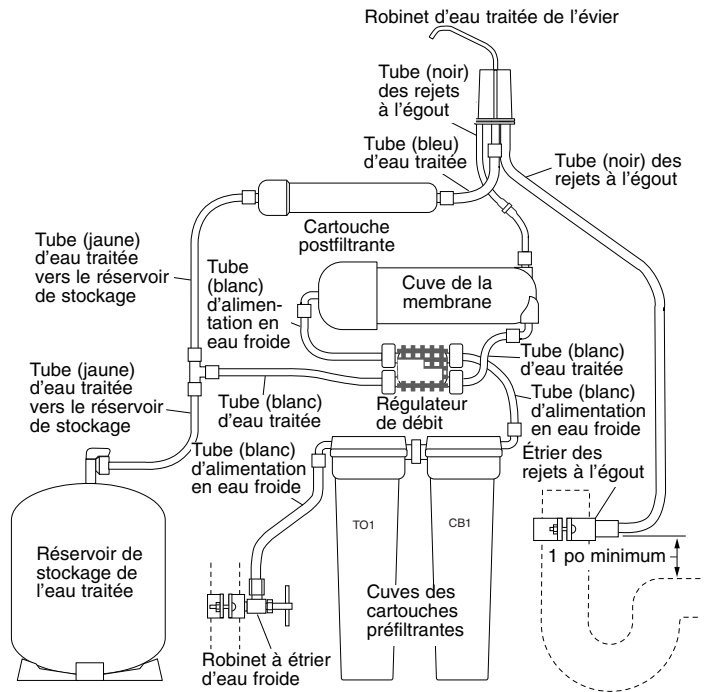

Figure 5 : Branchement des tubes; modèle non équipé du module de contrôle des matières totales dissoutes
- Brancher le côté libre du tube noir de 1/4 de pouce branché sur le robinet d'eau traitée de l'évier dans le raccord à compression droit de la cuve de la membrane d'osmose inverse (se reporter à la Figure 5).
- Accrocher les composants du système comme il est illustré aux Figures 5 et 6 et comme il est indiqué dans les instructions. Se reporter à la Notice d'utilisation.
2. Débrancher le tube branché sur l'ancienne cartouche postfiltrante (se reporter aux Figures 5 et 6), puis sortir la cartouche des supports qui retiennent sur la cuve de la membrane d'osmose inverse.